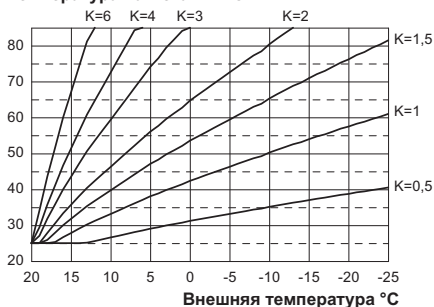
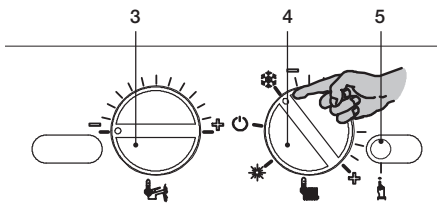
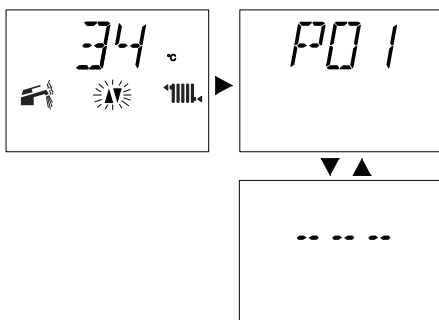

Рисунок 5.26
Рисунок 5.27
Рисунок 5.29
При подключении внешнего датчика с целью оптимизации температуры отопления данный параметр необходимо настроить с учетом производительности системы (Рисунок 5.26).
Например, чтобы обеспечить в системе отопления температуру нагнетания, равную 60 °С, когда внешняя температура равна -5 °С, необходимо установить коэффициент К на 1,5 (пунктирная линия, см. Рисунок 5.26).
- Установите регуляторы 3 и 4 так, как показано на следующем рисунке (см. Рисунок 5.27).
- Чтобы настроить коэффициент К (см. Рисунок 5.26), войдите в режим программирования, нажав и удерживая в течение 15 с кнопку сброса 5 (Рисунок 5.27), пока на ЖК-дисплее не появится параметр P01. На ЖК-дисплее последовательно отобразятся следующие символы (параметр P01 будет загораться поочередно. Рис. 5.29
- Нажмите кнопку сброса 5 (Рисунок 5.27) и пролистайте параметры, пока не дойдите до параметра P15, предназначенного для настройки коэффициента К. На ЖК- дисплее последовательно отобразятся следующие символы (параметр P15 будет загораться поочередно с 00), см. рис. 5.30